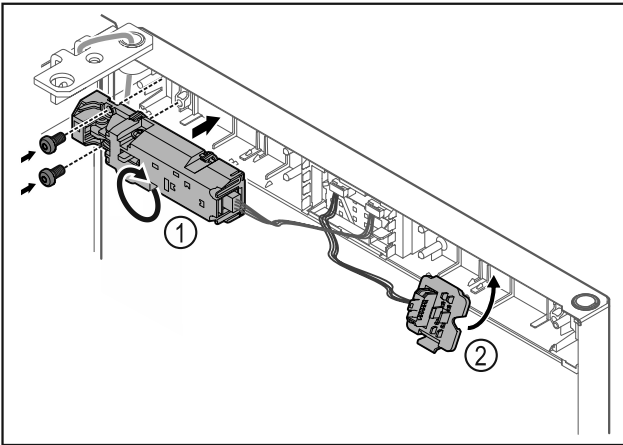

Fig. 14
- ▶ Fernschloss Fig. 14 (1) um 180° drehen und auf Gegenseite befestigen.
- ▶ Steckerhalterung Fig. 14 (2) auf Gegenseite einrasten.*